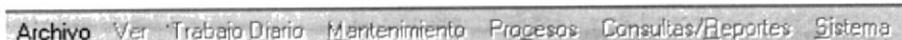

Figura 6.8 Pantalla de Acceso al Sistema SCT
1. Si da click en el botón "Sí" aparecerá la siguiente pantalla (ver figura 6.8)